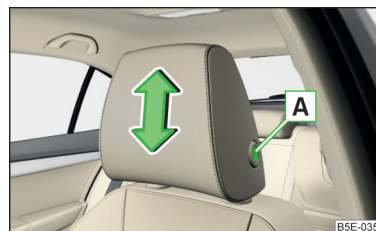

Fig. 68
- Apăsați și mențineți apăsată tasta de siguranță [A] » fig. 68 și deplasați tetiera în direcția dorită. ▶